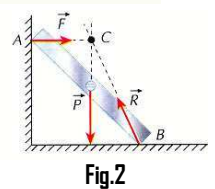

Fig.2
I) Para uma escada AB encontra-se apoiada em uma parede lisa. Fig.2